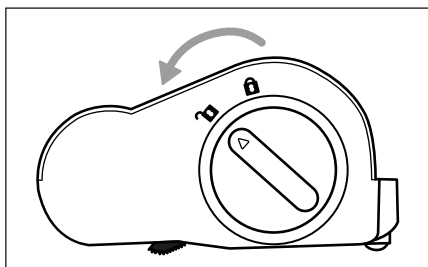

Fig. 22
- 2) Disimpegnare il rullo a spazzola 19 spostando lo sblocco del rullo a spazzola 18 in direzione del simbolo  (aprire) (vedere fig. 22).